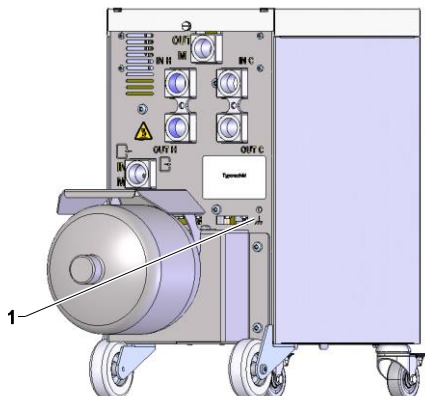

Fig. 16: Messa a terra funzionale
La presenza di grandi interferenze CEM vicino all'unità di commutazione può influire sul suo funzionamento. In questo caso, occorre mettere a terra l'alloggiamento dell'unità di commutazione con un piattino di massa (punto di collegamento per messa a terra funzionale, vedere (1) Fig. 16).